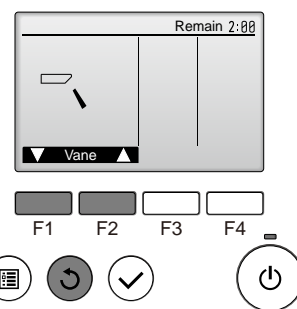

Fig. 7-7
- С помощью кнопок **F1** **F2** проверьте работу заслонки в автоматическом режиме. (Fig. 7-7)